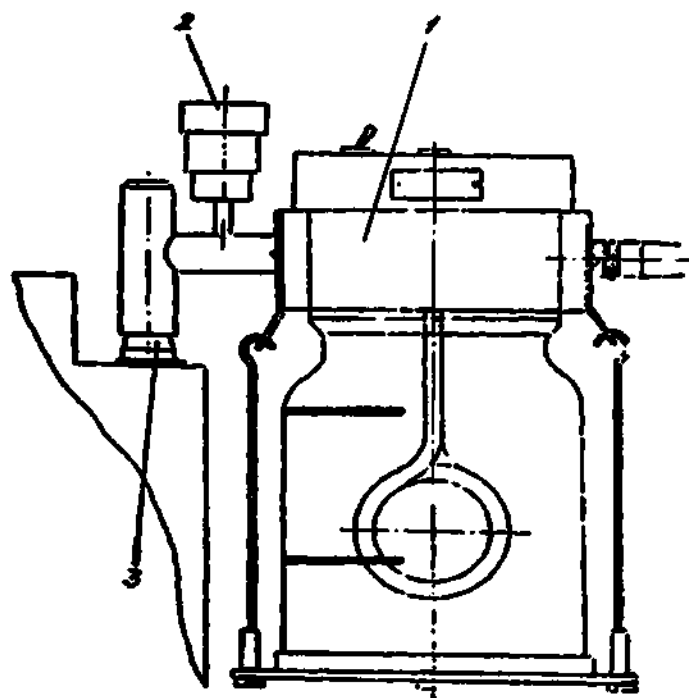

Рис. 8-Подсоединение увлажнителя к аппарату
4.3 Увлажнитель (рис. 8) предназначен для подогрева и увлажнения дыхательной смеси. Кроме того, при помощи увлажнителя проводится дезинфекция дыхательного контура аппарата.